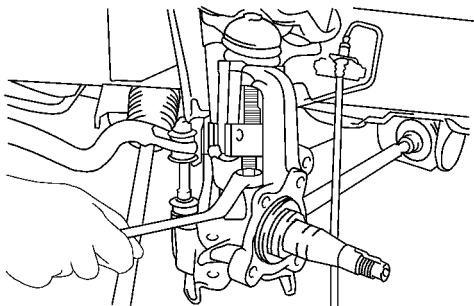

图 14-59 拆下转向节
(6) 拆下下球窝节。
(7) 拆下转向节。如图 14-59 所示。